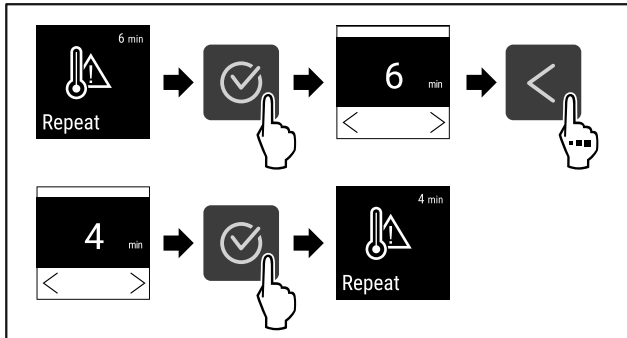

Fig. 101
- ▶ Obavite korake postupka (pogledajte Fig. 101) .